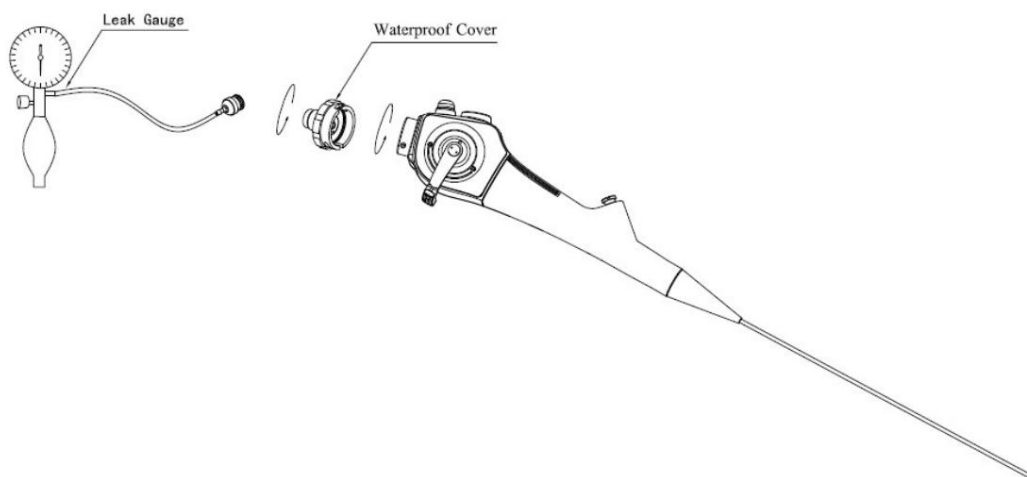

Figura 5-1 Diagrama de instalare a instrumentului de scurgere VL3S
- Indicatorul de scurgeri este un accesoriu opțional în loc de o parte a produsului, vă rugăm să consultați figura 5-1 pentru conectare.